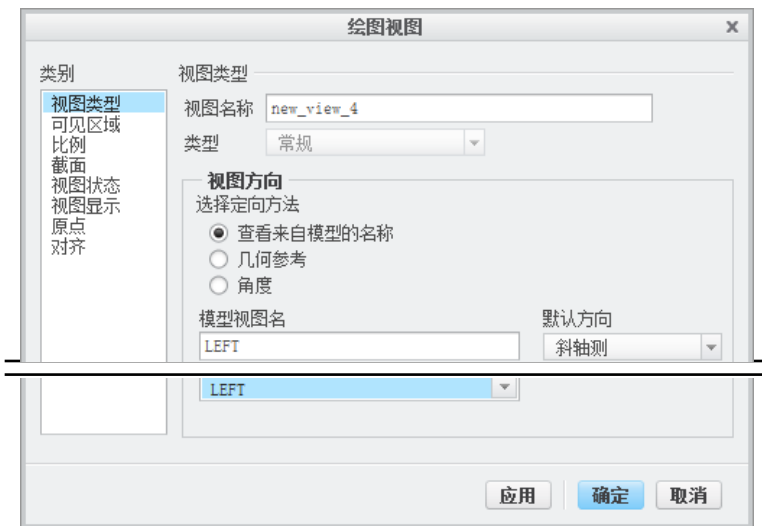

图 3.8.52 “绘图视图”对话框（一）
Step4. 在“绘图视图”对话框的 **视图方向** 区域中选中 **选择定向方法** 中的 ☒ **查看来自模型的名称** 单选项，在 **模型视图名** 中找到视图名称 **LEFT**，此时“绘图视图”对话框（一）如图 3.8.52 所示，单击对话框中的 **应用** 按钮。